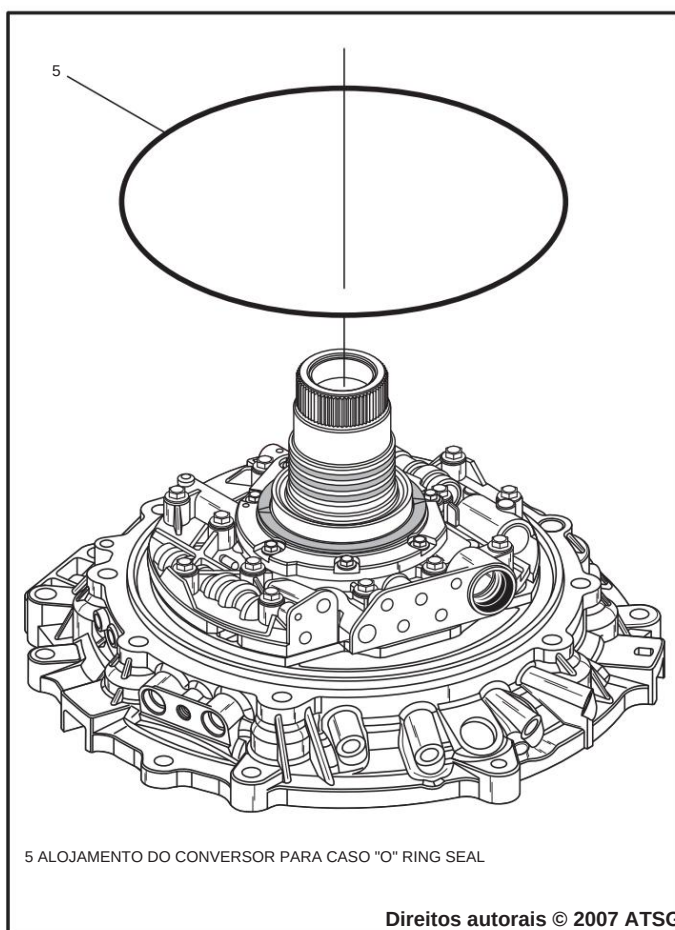

Figura 166
28. Coloque a carcaça completa do conversor e o óleo conjunto da bomba em uma superfície de trabalho plana, conforme mostrado na Figura 166.
29. Instale o novo alojamento do conversor no anel de vedação "O" da caixa, conforme mostrado na Figura 166, e lubrifique com uma pequena quantidade de Trans-Jel®.